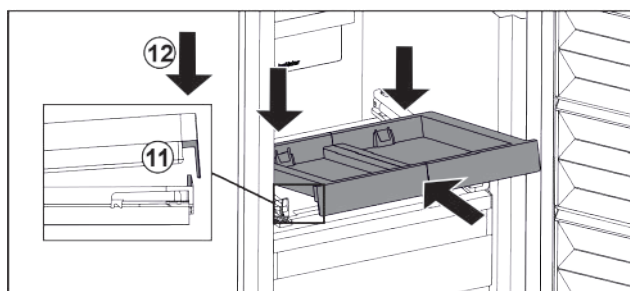

Fig. 29
- Вставити навкосою. Звертайте увагу, щоб з обох боків упор був за накладкою. Fig. 29 (11)
- Витяжну панель опустити спереду. Fig. 29 (12)